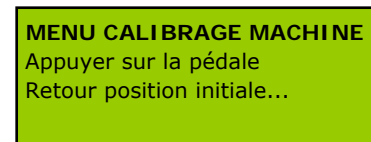

Figure 16.
- Rotation complète par l'avant de 360°. Message écran sur Figure 16.